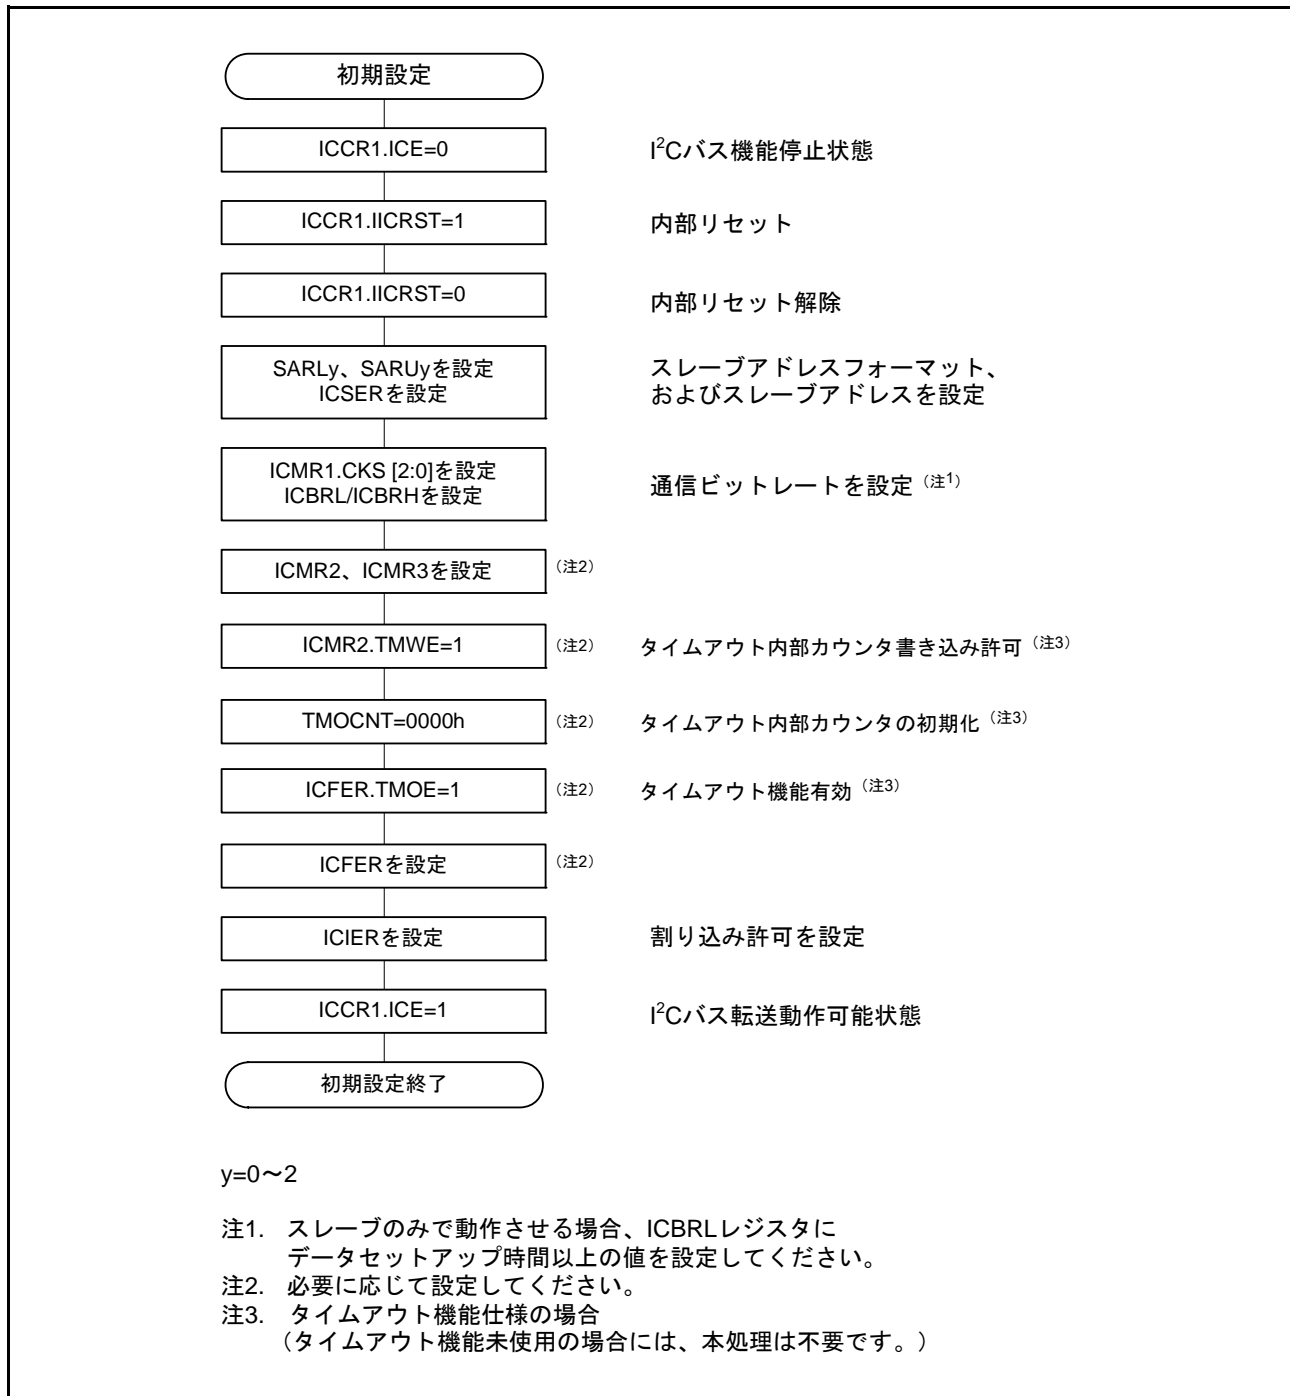

図 22.5 RIIC の初期化フローチャート例
データの送信/受信を開始する場合、図 22.5 に示す手順に従って RIIC を初期化してください。
- (1) ICCR1.ICE ビットを“0” (機能停止状態) にしたまま ICCR1.IICRST ビットを“1” (内部リセット) にした後、“0” (リセット解除) にします。これにより ICSR1 レジスタの各フラグや内部状態の初期化を行います。その後、SARLy、SARUy、ICSER、ICMR1、ICBRH、ICBRL レジスタ (y=0 ～ 2) を設定し、その他のレジスタは必要に応じて設定してください (RIIC の初期設定については図 22.5 参照)。必要なレジスタの設定が終了したら、ICE ビットを“1” (転送可能状態) にしてください。すでに RIIC の初期化が完了している場合、この手順は不要です。
- (2) ICCR2.BBSY フラグを読んでバスが解放状態であることを確認した後、ICCR2.ST ビットに“1”を書きま (スタートコンディション発行要求)。RIIC はスタートコンディション発行要求を受け付けると、スタートコンディションを発行します。RIIC はスタートコンディションを検出すると BBSY フラグ、ICSR2.START フラグを自動的に“1”にし、ST ビットを自動的に“0”にします。このとき ST ビットが“1”の状態でも自分が出した SDA 信号と SDA_n ラインの状態がずれることなくスタートコンディションを検出した場合、RIIC は ST ビットによるスタートコンディション発行が正しく行われたと認識し、ICCR2.MST、TRS ビットを自動的に“1”にしてマスタ送信モードになります。また ICSR2.TDRE は、TRS ビット=1 により自動的に“1”になります。
- (3) ICSR2.TDRE フラグが“1”であることを確認した後、ICDRT レジスタに送信データ (スレーブアドレスと R/W# ビット) を書いてください。ICDRT レジスタに送信データを書くと TDRE フラグは自動的に“0”になり、ICDRT レジスタから ICDRS レジスタにデータが転送されて、再び TDRE フラグが“1”になります。R/W# ビットを含むスレーブアドレスの送信が完了すると、送信された R/W# ビットにより自動的に TRS ビットが変更され送信モード/受信モードが選択されます。RIIC は R/W# ビット =0 を受信すると、引き続きマスタ送信モードの状態を継続します。
- (1) ICCR1.ICE ビットを“0” (機能停止状態) にしたまま ICCR1.IICRST ビットを“1” (内部リセット) にした後、“0” (リセット解除) にします。これにより ICSR1 レジスタの各フラグや内部状態の初期化を行います。その後、SARLy、SARUy、ICSER、ICMR1、ICBRH、ICBRL レジスタ (y=0 ~ 2) を設定し、その他のレジスタは必要に応じて設定してください (RIIC の初期設定については図 22.5 参照)。必要なレジスタの設定が終了した後、ICE ビットを“1” (転送可能状態) にしてください。すでに RIIC の初期化が完了している場合、この手順は不要です。
- (2) ICCR2.BBSY フラグを読んでバスが解放状態であることを確認した後、ICCR2.ST ビットに“1”を書き加えます (スタートコンディション発行要求)。RIIC はスタートコンディション発行要求を受け付けると、スタートコンディションを発行します。RIIC はスタートコンディションを検出すると BBSY フラグ、ICSR2.START フラグを自動的に“1”にし、ST ビットを自動的に“0”にします。このとき ST ビットが“1”の状態でも自分が出した SDA 信号と SDA_n ラインの状態がずれることなくスタートコンディションを検出した場合、RIIC は ST ビットによるスタートコンディション発行が正しく行われたと認識し、ICCR2.MST、TRS ビットを自動的に“1”にしてマスタ送信モードになります。また ICSR2.TDRE フラグは、TRS ビット=1 により自動的に“1”になります。
- (3) ICSR2.TDRE フラグが“1”であることを確認した後、ICDRT レジスタに送信データ (スレーブアドレスと R/W# ビット) を書いてください。ICDRT レジスタに送信データを書くと TDRE フラグは自動的に“0”になり、ICDRT レジスタから ICDRS レジスタにデータが転送されて、再び TDRE フラグが“1”になります。R/W# ビットを含むスレーブアドレスの送信が完了すると、送信された R/W# ビットにより自動的に ICCR2.TRS ビットが変更され送信モード/受信モードが選択されます。RIIC は R/W# ビット=1 を受信すると、9 クロック目の立ち上がりで TRS ビットを“0”にしてマスタ受信モードに移行します。このとき TDRE フラグは“0”に、ICSR2.RDRF フラグは自動的に“1”になります。
- (1) 図 22.5 に示す手順で RIIC を初期設定してください。すでに RIIC の初期化が完了している場合、この手順は不要です。初期設定完了後、RIIC はスレーブアドレスが一致するまで待機状態となります。
- (2) RIIC はスレーブアドレスが一致した場合、SCL クロックの 9 クロック目の立ち上がりで該当する ICSR1.HOA, GCA, AASy ビット (y=0 ~ 2) のいずれかを “1” にし、SCL クロックの 9 クロック目のアクノリッジビットに ICMR3.ACKBT ビットに設定した値を返信します。このとき受信した R/W# ビットが “1” のとき、ICCR2.TRS ビットおよび ICSR2.TDRE フラグを “1” にし、自動的にスレーブ送信モードに切り替わります。
- (3) ICSR2.TDRE フラグが “1” であることを確認した後、ICDRT レジスタに送信データを書いてください。このとき、ICFER.NACKC ビットが “1” の状態でマスタデバイスからアクノリッジがなかった (NACK を受信した) 場合、RIIC は次の通信動作を中断します。
- (4) ICSR2.NACKF フラグが “1” になるか、または最終送信データを ICDRT レジスタに書いた後、ICSR2.TDRE フラグが “1” の状態で、ICSR2.TEND フラグが “1” になるまで待ってください。ICSR2.NACKF フラグが “1” または TEND フラグが “1” の場合、RIIC は 9 クロック目の立ち下がり以降 SCLn ラインを Low にホールドします。
- (5) ICSR2.NACKF フラグが “1” または ICSR2.TEND フラグが “1” の場合、終了処理のため ICDRR レジスタをダミーで読んでください。これにより SCLn ラインを開放します。
- (6) RIIC はストップコンディションを検出すると、ICSR1.HOA, GCA, AASy ビット (y=0 ~ 2)、ICSR2.TDRE, TEND フラグ、ICCR2.TRS ビットを自動的に “0” にし、スレーブ受信モードに移行します。
- (7) ICSR2.STOP フラグが “1” であることを確認した後、次通信のために ICSR2.NACKF, STOP フラグを “0” にしてください。
- (2) RIIC はスレーブアドレスが一致した場合、RIIC は SCL クロックの 9 クロック目の立ち上がりで該当する ICSR1.HOA, GCA, AAS_y ビット (y=0 ~ 2) のいずれかを “1” にし、SCL クロックの 9 クロック目のアクノリッジビットに ICMR3.ACKBT ビットに設定した値を返信します。このとき受信した R/W# ビットが “0” なら、スレーブ受信モードの状態を継続し、ICSR2.RDRF フラグを “1” にします。
- (3) ICSR2.STOP フラグが “0” で、かつ ICSR2.RDRF フラグが “1” であることを確認したら、最初の 1 回目は ICDRR レジスタをダミーで読んでください(なお、ダミーで読んだ受信データは 7 ビットアドレスフォーマット時にスレーブアドレス + R/W# ビット、10 ビットアドレスフォーマット時は下位 8 ビットアドレスになります)。
- (4) ICDRR レジスタを読むと RIIC は ICSR2.RDRF フラグを自動的に “0” にします。なお、ICDRR レジスタの読み出しが遅れて、RDRF フラグが “1” になった状態で次のデータを受信すると、RIIC は RDRF フラグが “1” になるタイミングの 1 つ手前の SCL クロック立ち下がりで SCL_n ラインを Low にホールドします。この Low ホールドは ICDRR レジスタを読むことで解除され RIIC は SCL_n ラインを開放します。ICSR2.STOP フラグが “1” で、かつ ICSR2.RDRF フラグが “1” の場合、または全データ受信が完了するタイミングで ICDRR レジスタを読んでください。
- (5) RIIC はストップコンディションを検出すると、ICSR1.HOA, GCA, AAS_y ビット (y=0 ~ 2) を自動的に “0” にします。
- (6) ICSR2.STOP フラグが “1” であることを確認した後、次通信のために ICSR2.STOP フラグを “0” にしてください。